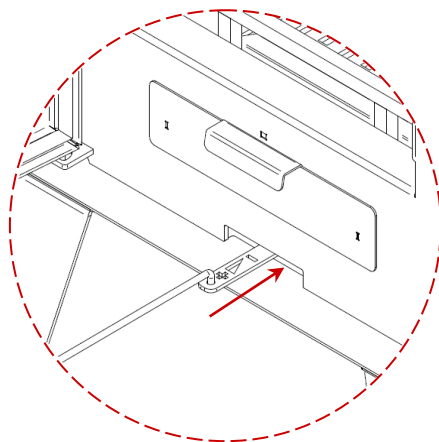

Figura 16 - Regulador de aire en posición de aire primario cerrado
- Después del encendido, y para una buena combustión, el regulador debe estar en (-), como se puede ver en la Figura 16.